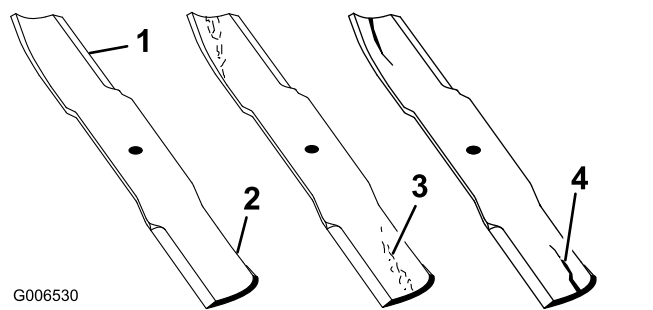

Figure 61
1. Examinez le tranchant des lames (Figure 61).
4. Remplacez immédiatement toute lame fendue, usée ou qui présente une entaille (Figure 61).